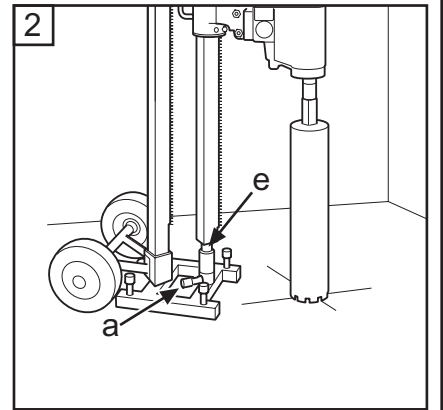

Fig.15
5. Kontrollera borkronans läge. Justera borrarplaren genom att lossa de båda låsskruvarna (b och c). Drag fast skruvarna ordentligt innan borrarning. Lås stämpskruven i låshylsan med låsskruv (a) och mutter (e), drag åt med 24/ 30 mm nyckel (Fig. 15).
5. Kontrollér borekronens placering. Juster boresøjlen ved at løsne de to låseskruer (b og c). Spænd skruerne ordentligt inden boring. Lås stempelskruen i låsebøsningen med låseskruen (a) og møtrikken (e), og spænd med 24/30-mm-nøgle (Fig. 15).
5. Kontroller borkronens stilling. Juster borsøylen ved å løsne de to låseskruene (b og c). Trekk skruene godt til før boring. Lås søyleskruen i låsehylsen med låseskrue (a) og mutter (e), trekk til med 24/30 mm nøkkel (Fig. 15).